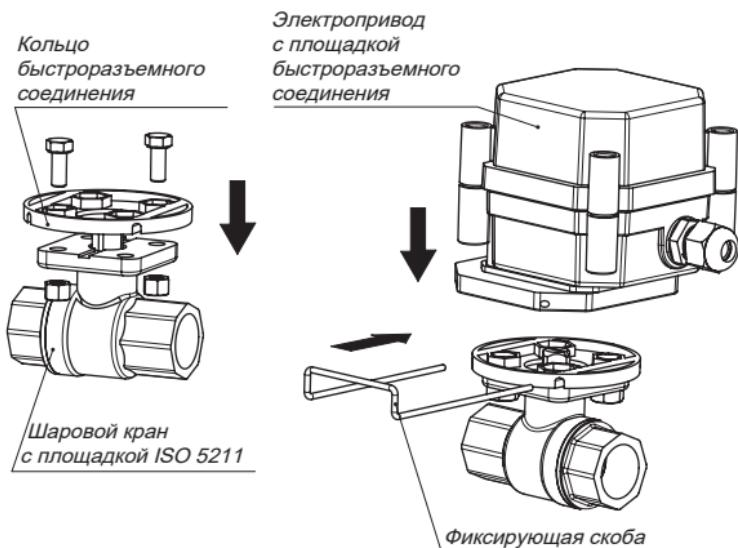

Рис. 2. Порядок присоединения электропривода Gidrolock Ultimate BS к шаровому крану.
- 2) Пластиковое кольцо быстроразъёмного соединения электропривода крепится к площадке шарового крана двумя болтами M5 с гайками. Пазы для фиксирующей скобы на кольце быстроразъёмного соединения должны быть ориентированы поперек движения потока (рис. 2).
- 3) Корпус электропривода совмещается с кольцом быстроразъёмного соединения на шаровом кране. Установкой металлической скобы в отверстия происходит фиксация быстроразъёмного соединения (рис. 2).